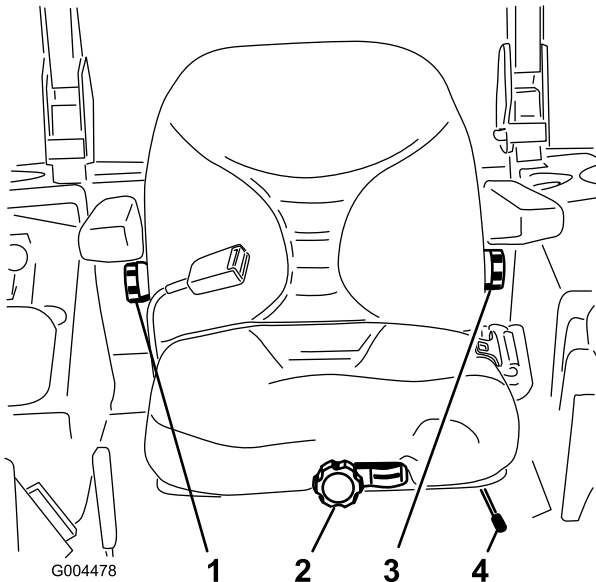

Figura 8
1. Para ajustar el asiento, mueva la palanca lateralmente para desbloquear el asiento (Figura 8).
Sin sentarse en el asiento, gire el pomo situado en la parte delantera en cualquier sentido hasta encontrar la posición más cómoda (Figura 8).
Para ajustar el respaldo del asiento, gire el pomo situado debajo del reposabrazos derecho en cualquier sentido hasta encontrar la posición más cómoda (Figura 8).
Para ajustar el respaldo del asiento, gire el pomo situado debajo del reposabrazos izquierdo en cualquier sentido hasta encontrar la posición más cómoda (Figura 8).